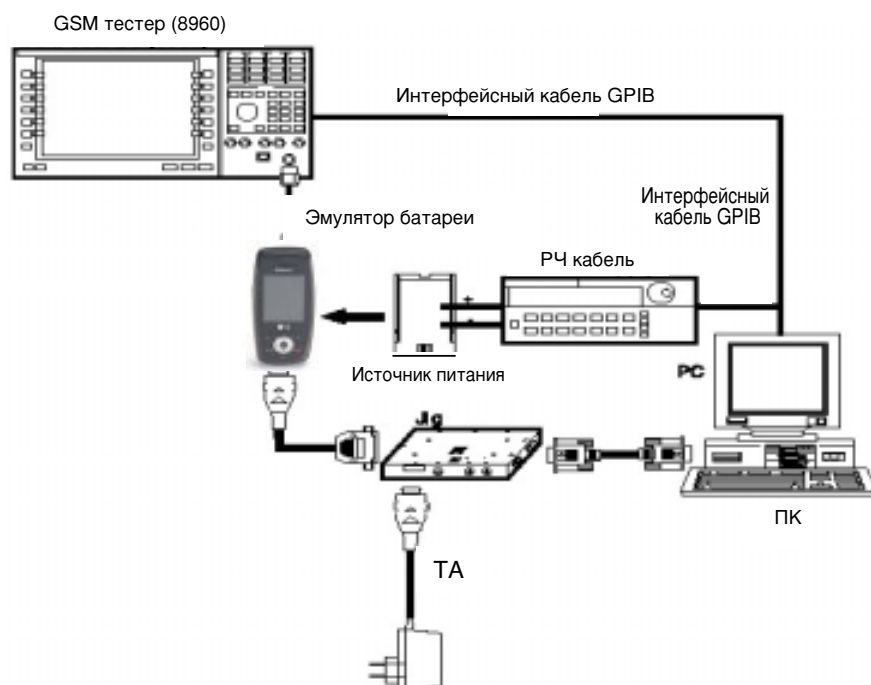

Рис. 5-2 Подключение оборудования
1. Выполнить соединение как указано на Рис. 5-2 (последовательный кабель RS232 соединяет порт COM компьютера с портом MON устройства JIG).